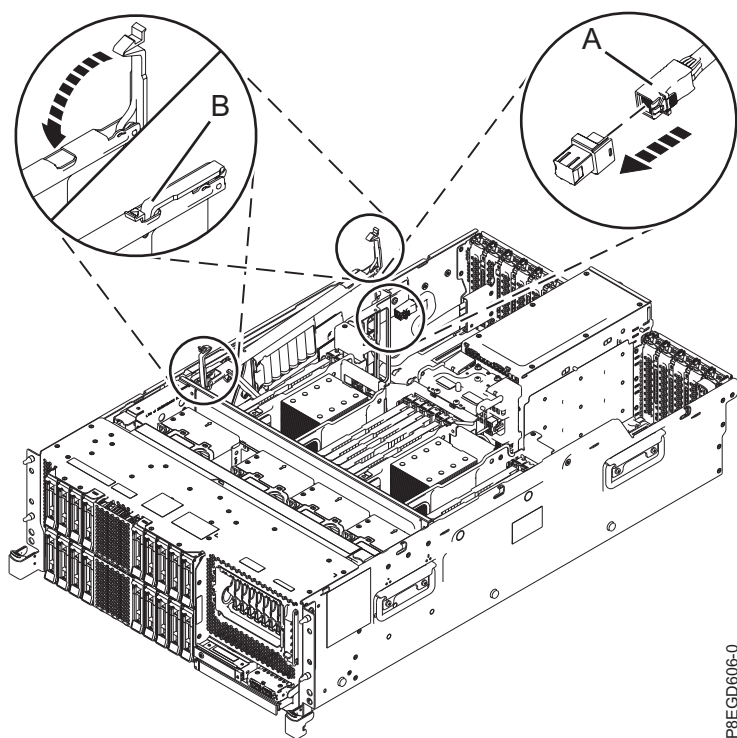

Figura 8. Substitució del cable posterior SAS a la ranura C15
7. Connecteu el cable posterior SAS de la part superior **(A)** al connector posterior de l'adaptador intern SAS RAID, tal com es mostra a Figura 8 a la pàgina 10.
8. Dueu a terme la col·locació de l'adaptador intern SAS RAID fixant-lo be. Assegureu-vos que l'adaptador s'hagi col·locat al piu corresponent. Feu pressió a les nanses blaves **(B)** en la direcció que es mostra. Consulteu Figura 8 a la pàgina 10.